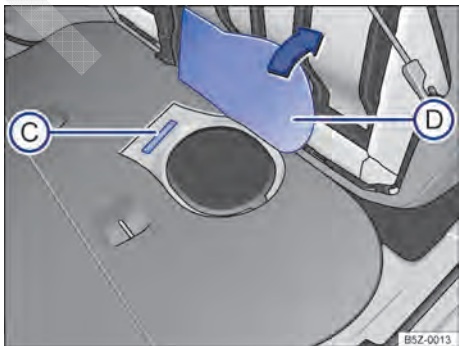

Fig. 18 Debaixo do banco traseiro sob o revestimento do assoalho (D): número de identificação do veículo (C).
O número de identificação do veículo está localizado debaixo do banco traseiro sob o revestimento do assoalho ⇒ Fig. 18 (C). Para encontrar o número
de identificação do veículo, rebater o banco traseiro e levantar o revestimento do assoalho ⇒ Fig. 18 (D).